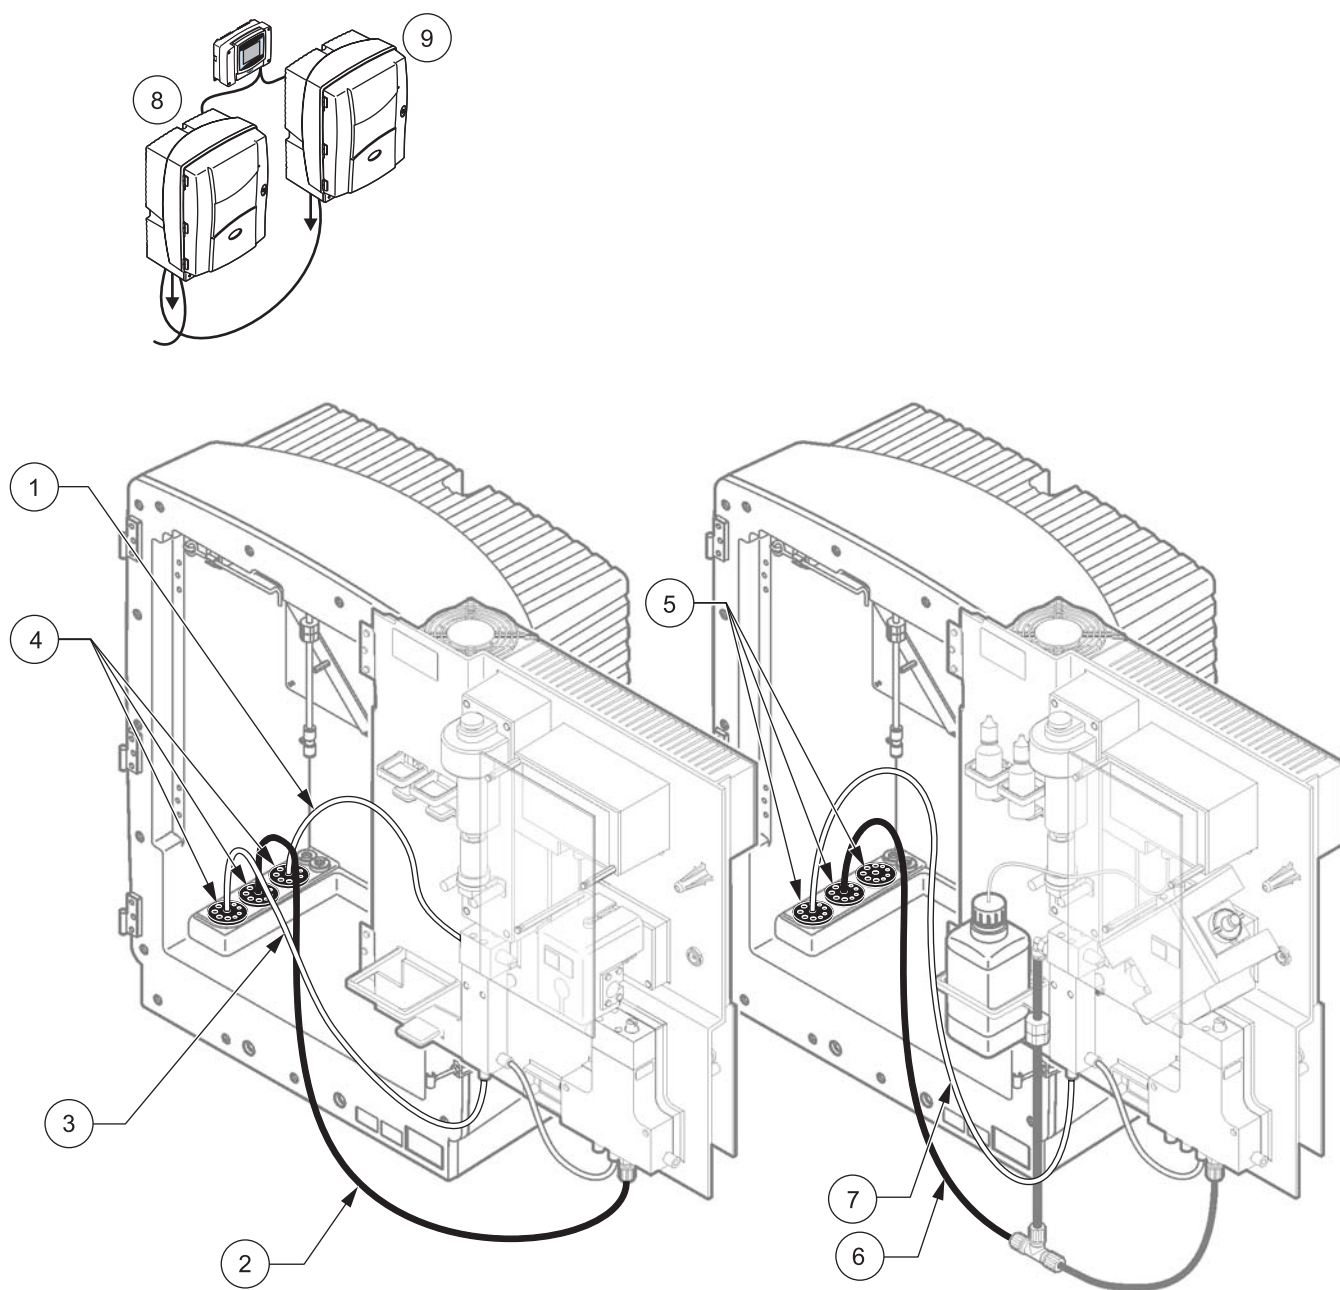

图 34 选项 10b 设置
请参考图 34 以及选项 10b 的以下说明：
- a. 通过分析器从取样准备设备引出取样管（图 34，项目 3）。使用 3 号密封塞加固。